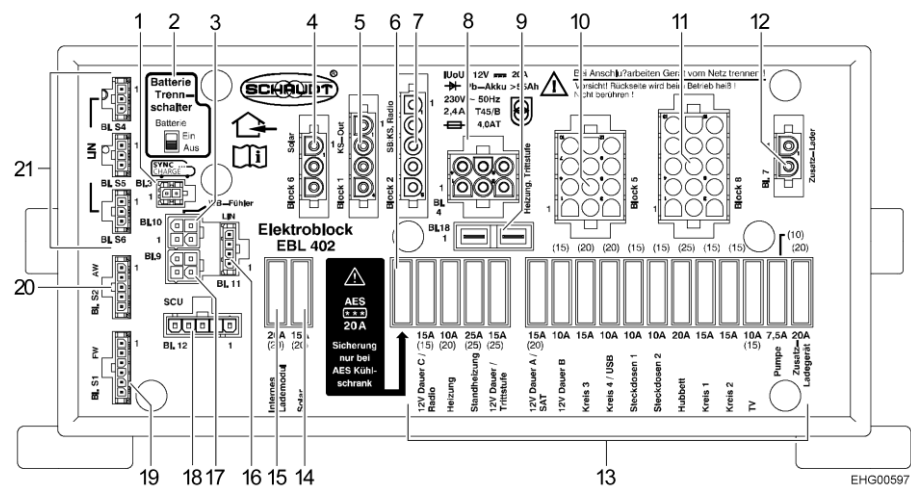

Fig. 107 Bloc électrique (EBL 402)
- Pousser l'interrupteur-séparateur de batterie (Fig. 107,2) sur le bloc électrique EBL 402 sur la position "Aus" (arrêt).
- Pousser l'interrupteur-séparateur de batterie (Fig. 107,2) sur le bloc électrique EBL 402 sur la position "Ein" (marche).